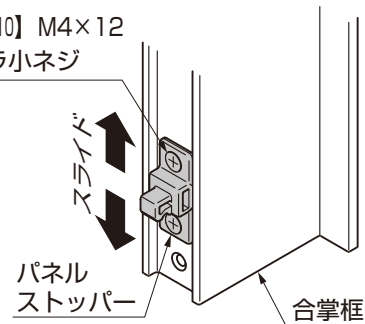

図13-1
- ①【3-10】を緩めて、パネルストッパーがストッパーガイドへスムーズに入るよう上下方向にスライドして位置を固定してください。(図13-1、図13-2参照)